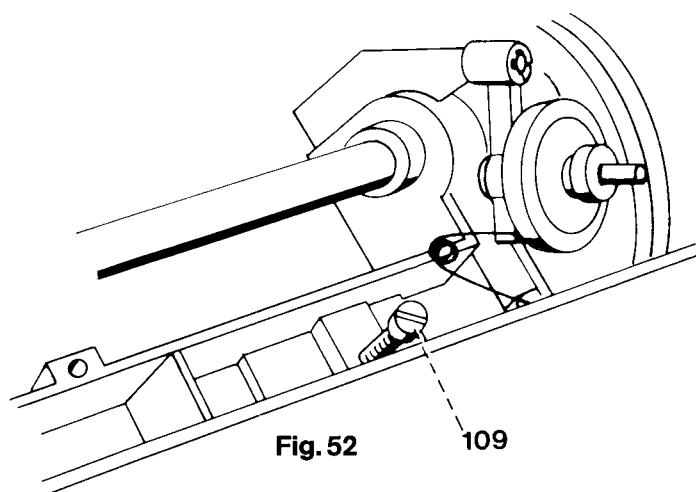

Fig. 52
- Die Schraube 109 solange herausdrehen, bis sich die Abdeckplatte etwas nach vorne ziehen läßt (siehe Abb. 52).
- Die Abdeckplatte einsetzen und mit der Schraube 109 befestigen (siehe Abb. 52).
- Turn out screw 109 far enough to permit the cover plate to be pulled forward (Fig. 52).
- Insert the cover plate and secure it in position with screw 109 (Fig. 52).
- Dévisser la vis 109 jusqu'à ce que la plaque de recouvrement puisse être dégagée quelque peu vers l'avant (fig. 52).
- Monter la plaque de recouvrement et la fixer à l'aide de la vis 109 (fig. 52).
Fig.52 c